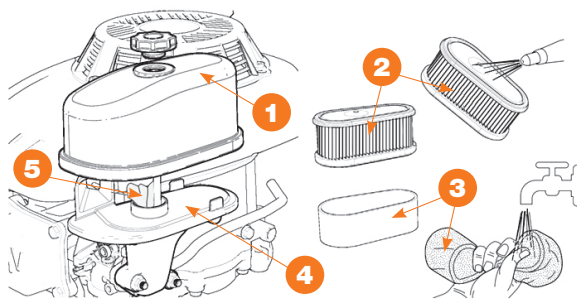

Рис. 24
- Очистить поверхность вокруг крышки (Рис. 24) **1** фильтра.
Не использовать воду, бензин, моющие средства или другие материалы для очистки картриджа. Фильтр предварительной очистки (Рис. 24) **3** из губки НЕЛЬЗЯ смазывать маслом.